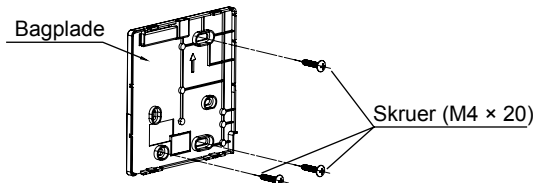

Fig. 3-3
- Til eksponeret montering fastgøres bagpladen på væggen med de 3 skruer (M4 × 20) og stik. (Fig.3-3)